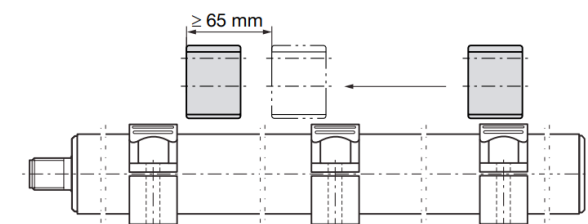

Fig. 5-3: Distance minimale en cas d'utilisation de plusieurs capteurs de position
- En cas d'utilisation de plusieurs capteurs de position, il convient de respecter une distance minimale de 65 mm entre ces capteurs (voir Fig. 5-3).